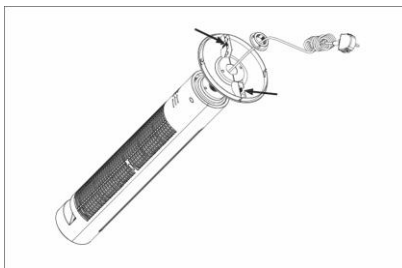

Рис. 3
3. Нажмите на фиксаторы крепления, которые расположены на обеих частях основания (рисунок 3). Щелчок будет означать, что основание собрано.